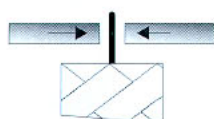
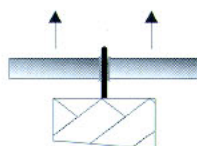
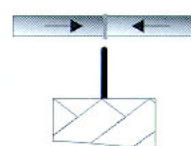

fig.1
fig.2
fig.3
- 3) Regolata la temperatura, si avvicinano le estremità (vedi fig.1), si fregano per alcuni secondi contro la lama (vedi fig.2) e senza allontanarle dalla stessa si spostano all'esterno tenendole in posizione in modo da unirle esattamente all'uscita della lama (vedi fig.3).